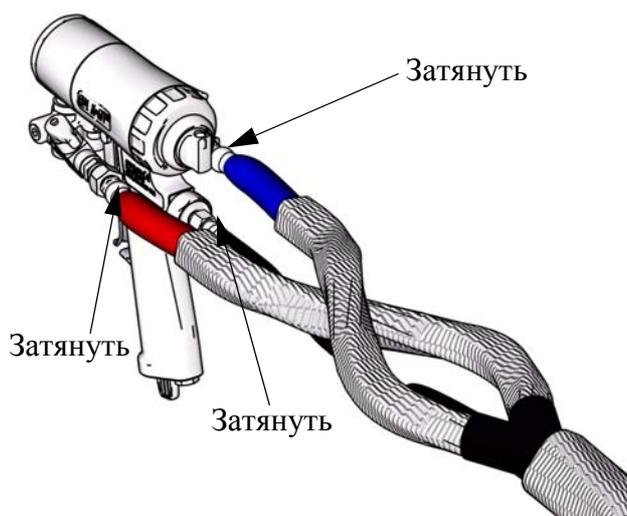

Рис. 1
1. Подсоединяйте шланги компонентов А и В к коллектору жидкости пистолета-распылителя, как показано на Рис. 1.